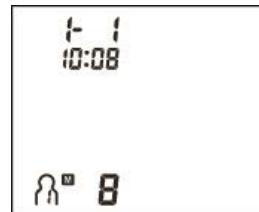

Figura 7
- a) Em modo standby pressione o botão “**MEM**”. O monitor irá apresentar o símbolo do utilizador actual e o total de memórias na zona de memória do utilizador (Figura 7).